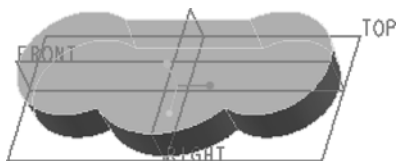

图 4-84 完成拔模操作
- 5 在“拔模”选项卡中单击“完成”按钮 ，完成拔模操作后的模型效果如图 4-84 所示。